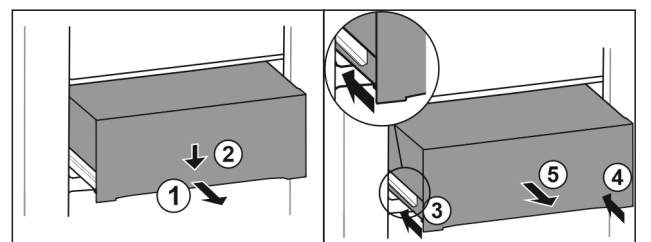

Fig. 106
- Schubfach halb herausziehen. Fig. 106 (1)
- Schubfach an der Vorderseite nach unten drücken. Fig. 106 (2)
- Linke Schiene etwa 2 cm einschieben. Fig. 106 (3)
- Rechte Schiene etwa 2 cm einschieben. Fig. 106 (4)
- Schubfach nach vorne entnehmen. Fig. 106 (5)